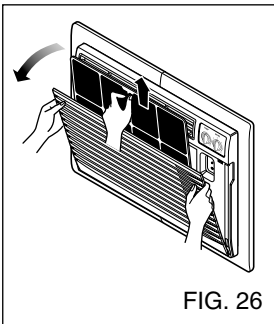

FIG. 26
- Empuje la rejilla de entrada hacia delante y saque el filtro de aire. (FIG. 26)